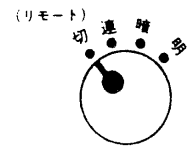

図9
- 切換スイッチを「切」(リモート)にしますとコントロールス本体での操作が切れます。(図9)